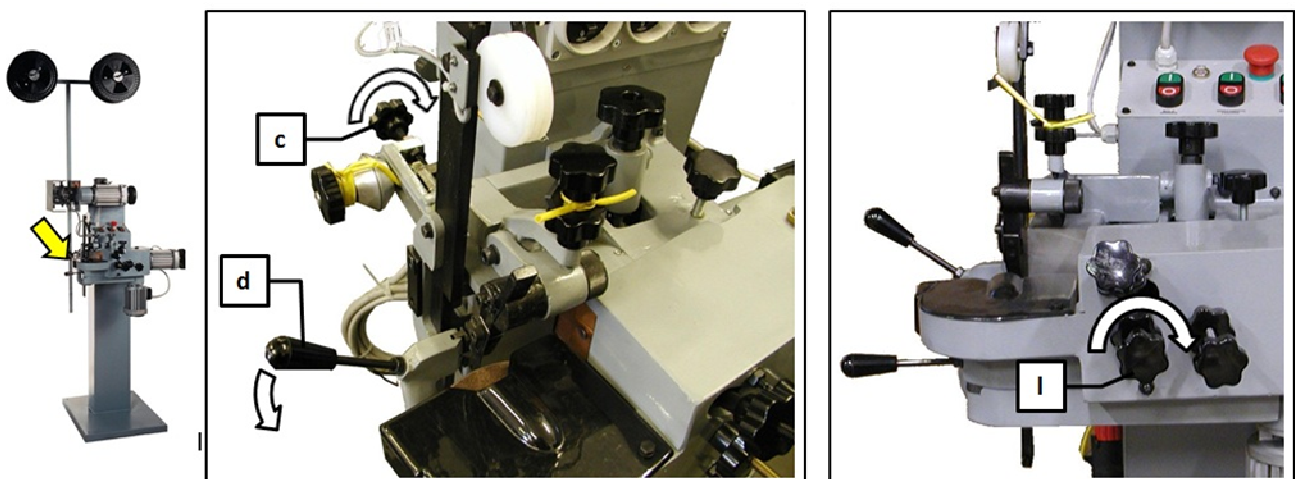

Рисунок 31
- откройте направляющую полотна **c** и разомкните зажим рычагом **d** (см. Рисунок 31). При необходимости поверните по часовой стрелке (только на несколько оборотов) ручку **l** (см. Рисунок 31), чтобы отвести узел заточного круга от ленточной пилы.